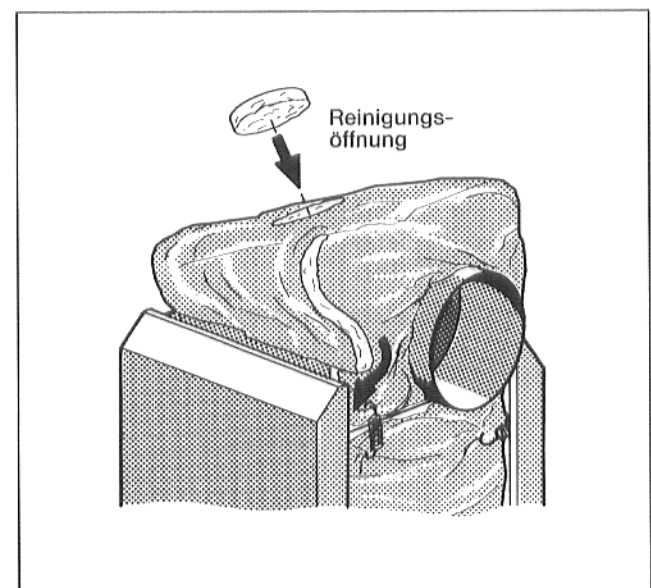

Abb. 14
Hinweis: Bei Montage der Wärmeschutzmatte auf Reinigungsöffnung oben im Abgasverteiler achten (Abb. 14).
- Wärmeschutzmatte von oben über Abgasverteiler legen und die seitlichen Enden recht und links hinter die Traverse schieben (Abb. 14).